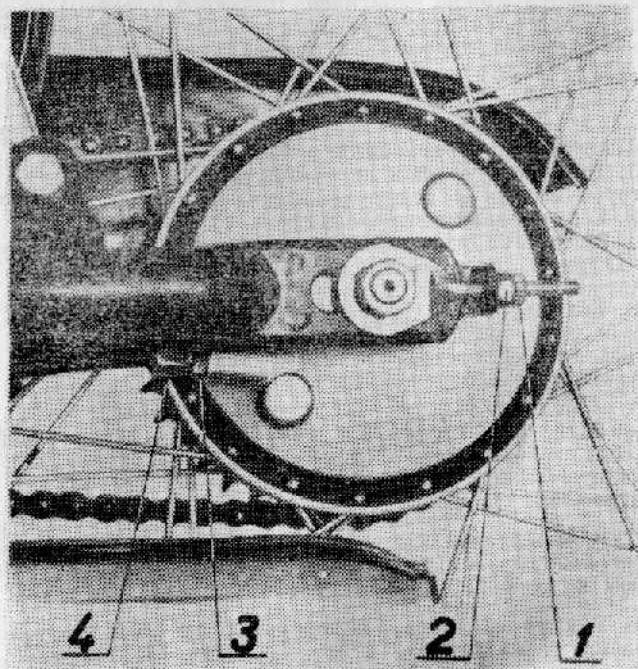

Рис. 9.
2. Отпустить контргайки 1 (рис. 9) с обеих сторон.
3. Вращением гайки 2 (рис. 9) с обеих сторон натянуть цепь.
вильно отрегулирован, если педали поворачиваются до начала торможения, дополнительно основному углу свободного поворота еще на 5—10 градусов. Регулировка производится с помощью регулировочного винта 4 (рис. 9) на диске заднего колеса. Винт контролируется гайкой 3.